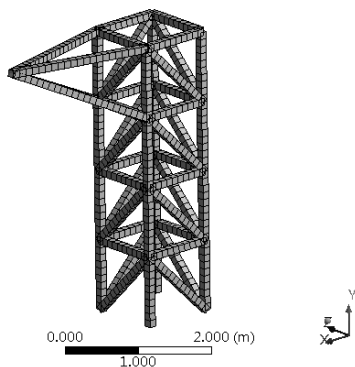

图 5-72 网格效果
Step2 :在 Outline (分析树) 中的 Mesh 选项上右击, 在弹出的快捷菜单中选择 **Generate Mesh** 命令, 此时会弹出进度显示条, 表示网格正在划分, 当网格划分完成后, 进度条自动消失。最终的网格效果如图 5-72 所示。